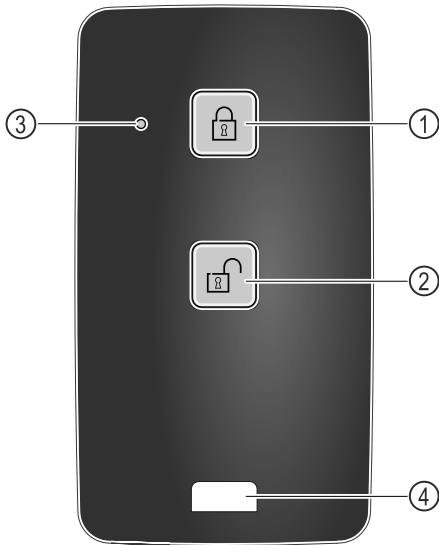

Fig. 139
- ▶ Натиснете бутона Fig. 139 (1) на дистанционното управление.
- ▶ Натиснете бутона Fig. 139 (2) на дистанционното управление.
- ▶ Светодиодът за статуса Fig. 139 (3) осигурява визуална обратна връзка при натискане на бутон.
- ▶ Халка Fig. 139 (4) за закрепване на дистанционното управление, например на връзка ключове.